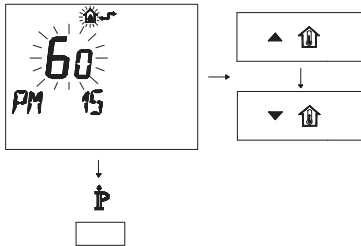

Figura 5.31
- Modifique el punto de consigna programado mediante los botones \blacktriangle \uparrow o \blacktriangledown \uparrow hasta que aparezca un **punto de consigna de 60**; espere hasta que el número programado comience a parpadear (Figura 5.31)